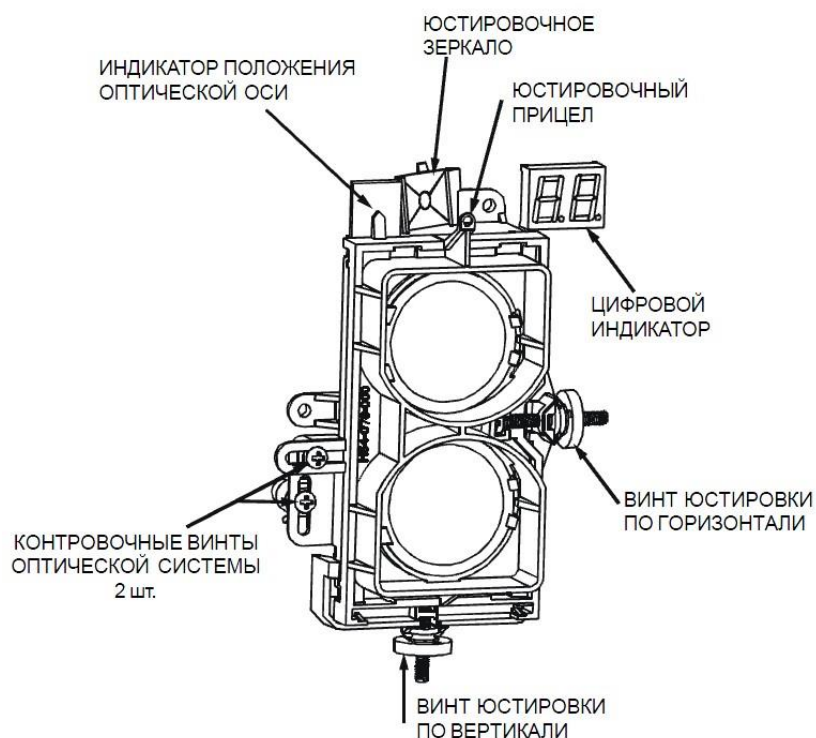
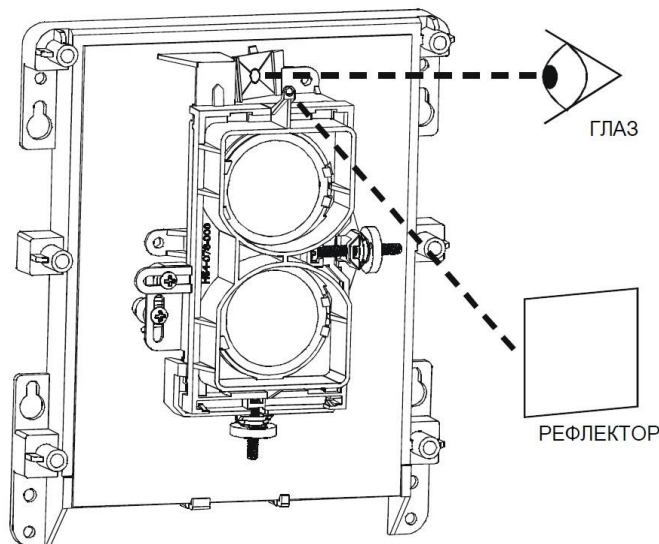

Рисунок 6.
Рисунок 7.
1. Убедитесь в том, что оба контрольных винта оптической системы ослаблены и оптическая система может свободно перемещаться (рис. 6). Установите стрелку индикатора положения оптической оси (рис.6) в соответствии с положением рефлектора. Для перпендикулярного расположения оптической оси относительно плоскости установки приемо-передатчика стрелка индикатора должна указывать на центр разграфленного поля.
2. Смотрите через юстировочное зеркало и юстировочный прицел (рис.6 и рис.7) на рефлектор. Первоначальное выполнение этого этапа потребует некоторой практики. Оранжевый стикер может быть временно установлен вблизи рефлектора для выделения расположения, когда расстояние между детектором и рефлектором значительно.
2. Нажмите на кнопку ЮСТИРОВКА один раз. Оба цифровых индикатора (рис.6) и желтый индикатор НЕИСПРАВНОСТЬ включатся, что говорит о переходе в режим ЮСТИРОВКИ. В первое время цифровые индикаторы показывают “- -”. Это означает, что детектор проводит электронную автоюстировку коэффициента усиления. Примерно через 30 сек. дисплей покажет какое-то значение, близкое к 20.